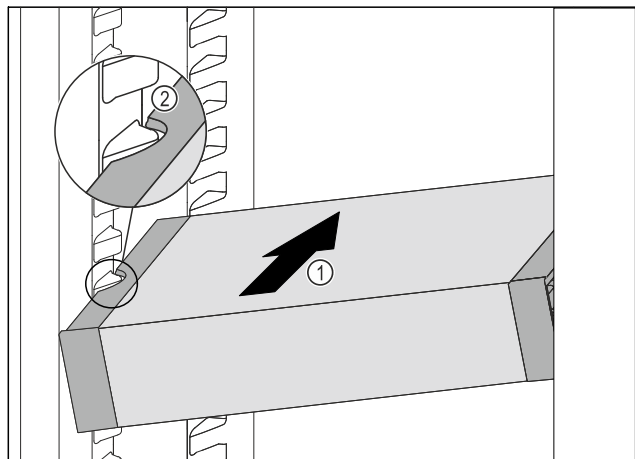

Fig. 129
- Вставити висувний ящик VarioSafe під кутом в охолоджувальне відділення Fig. 129 (1), доки бокові поглиблення Fig. 129 (2) VarioSafe не будуть розташовуватися на рівні ребра для ємності в охолоджувальному відділенні.